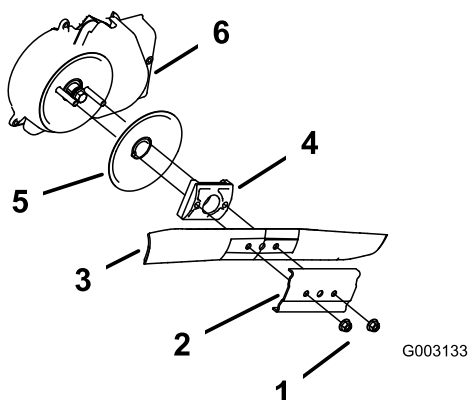

Figure 34
3. Retirez les 2 écrous de la lame et le renfort (Figure 34).
4. Déposez la lame (Figure 34).
5. Posez la nouvelle lame (Figure 34).